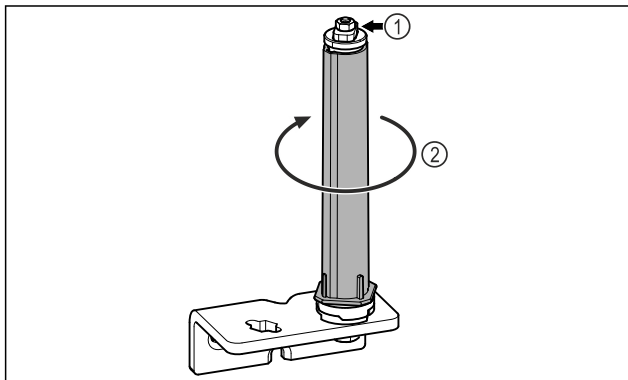

Fig. 23
- ▶ Ne pas démonter le système de fermeture de la porte Fig. 23 (1).
- ▶ Faire tourner le système de fermeture Fig. 23 (2) jusqu'à entendre un clic.